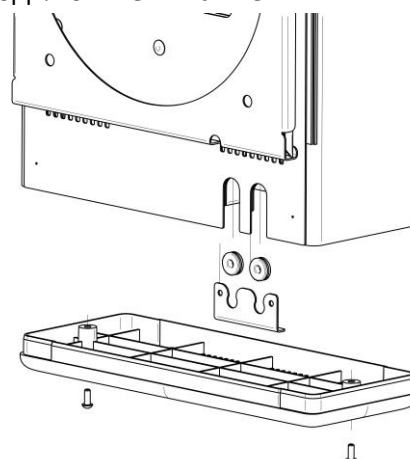

Рис. 21
4. Установите нижнюю крышку и закрепите ее винтами, см. Рис. 21. Подключите питание.